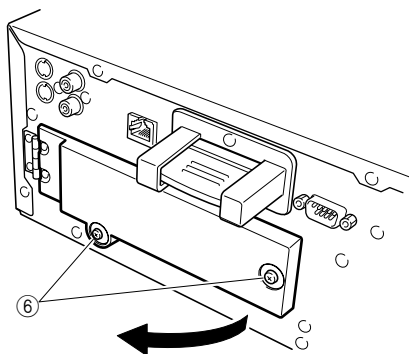

Fig. 7
- Loosen 2 screws (⑥) on the HDD Slot Door and open the HDD Slot Door. (Fig. 7)
- リアパネルの⑥のネジ2本をゆるめ、HDDスロットドアを開きます。(Fig. 7)